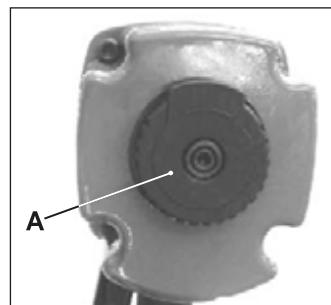

Рисунок 4
5. Отрегулируйте отвод отработанного воздуха при помощи дефлектора A (рис. 4). Регулируемый дефлектор может быть повернут рукой в любом желаемом направлении без применения инструментов. Отработанный воздух должен быть направлен в сторону от оператора.